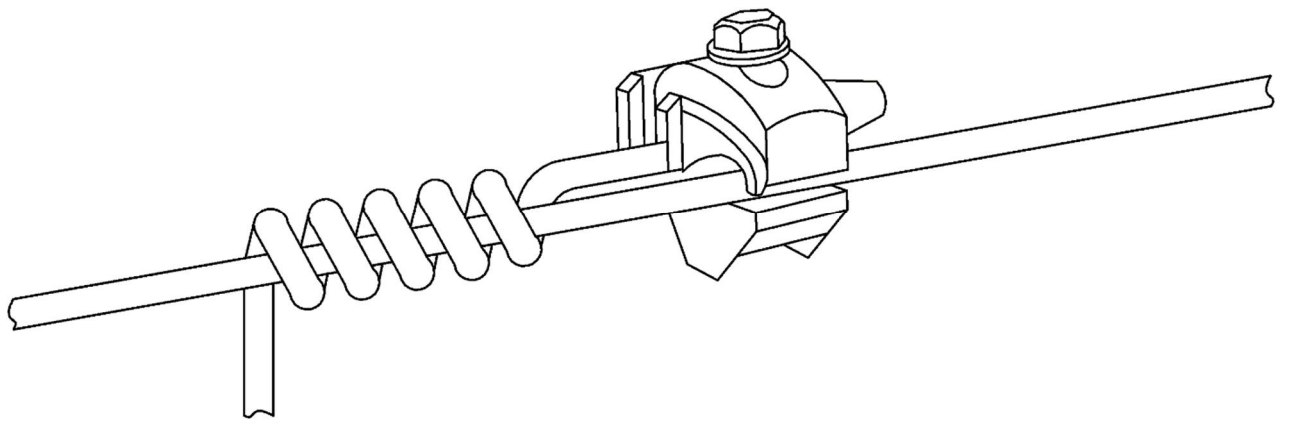

Рисунок 10 – Способ фиксации провода СИП к проводам ВЛ при подключении с помощью ответвительного зажима без использования всепогодной стяжки
- и) подключить провода СИП к соответствующим проводам ВЛ с помощью ответвительных зажимов, зафиксировать каждый провод стяжкой вблизи ответвительного зажима или использовать способ фиксации провода, показанный на рис. 10;